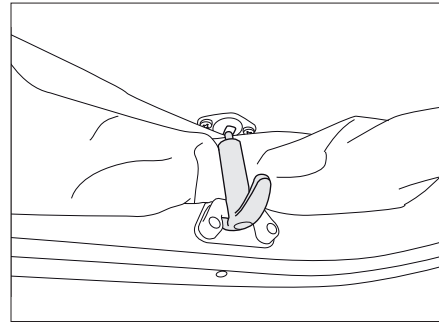

Fig. 66 Sécurité du toit télescopique
- Desserrer les sécurités (Fig. 66) d'une traction.
- Tirer les sécurités (Fig. 66) légèrement vers le bas et les accrocher.